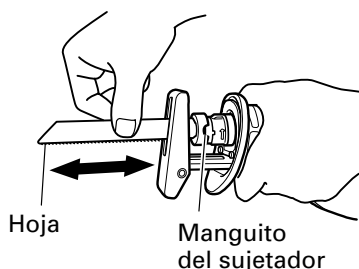

Fig. 11
- (5) Con la mano, tire de la hoja de sierra hacia atrás dos o tres veces y verifique que la hoja esté firmemente instalada. Si al tirar de la hoja ésta produce un chasquido y el manguito del sujetador se mueve ligeramente, significa que se encuentra correctamente instalada. (Fig. 11)